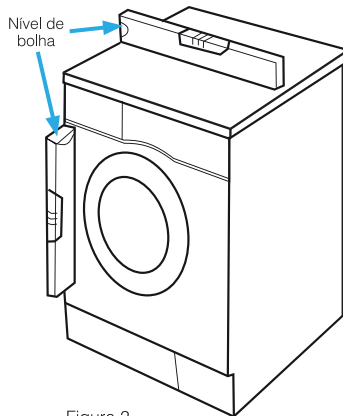

Figura 2
**01.** Após posicionado no local apropriado verifique se o aparelho encontra-se estável e nivelado no ambiente instalado. Para realizar a verificação, recomenda-se a utilização de uma ferramenta de nível de bolha (conforme **figura 2**).